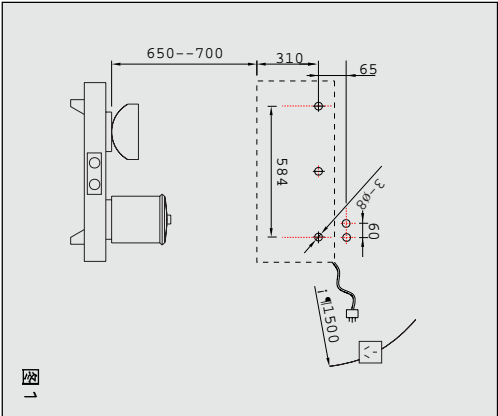
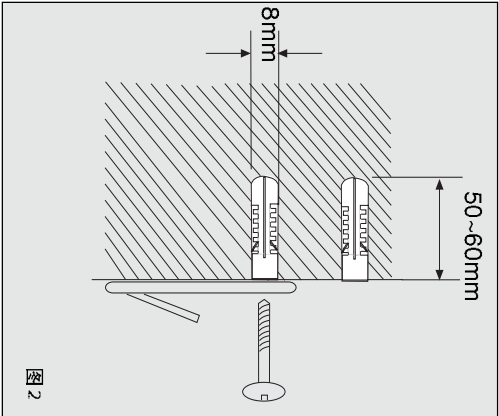

图 1
图 2
1、按图 1 尺寸在灶具上方坚实的地方准确确定冲击钻钻孔位置。冲击钻配上 $\varnothing 8$ 的麻花钻头或 $\varnothing 6$ 的冲击钻头，在钻孔位置上钻出3个直径为 8 mm，深为50~60mm的孔，牢固埋设膨胀管，旋入木螺钉拧紧。（如图 2）
- ☆ 电源插座应在小于1500mm的地方（如图 1 所示）。